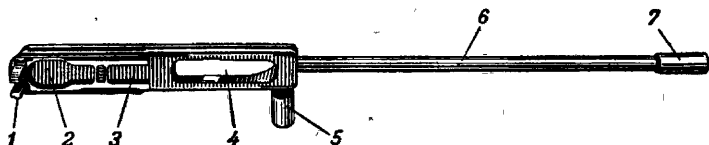

Рис. 41. Затворная рама ДПМ:
**Затворная рама ДПМ** (рис. 41) внешне не отличается от рамы ДП. На раме ДПМ впереди фигурного выема вместо выступа 3 (см. рис. 23) сделан выем под передний выступ остова затвора, введенного в связи с изменением конструкции выбрасывателя.